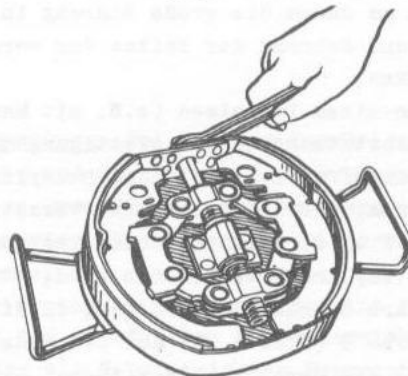

Bild 6-24. Vorrichtung zum Andrücken der Hinterradbremssbeläge an Bremsbacken bei ihrem Ankleben
- Teile in Vorrichtung (Bild 6-24) mit 0,5-0,8 MPa (5-8 kp/cm²) Druck aneinander drücken und in angedrücktem Zustand mindestens 40 min lang in einer Trockenkammer bei Temperatur 190 $\pm$ 10°C halten (wobei die Zeit zum Erhitzen der Teile bis zu dieser Temperatur nicht gezählt wird);